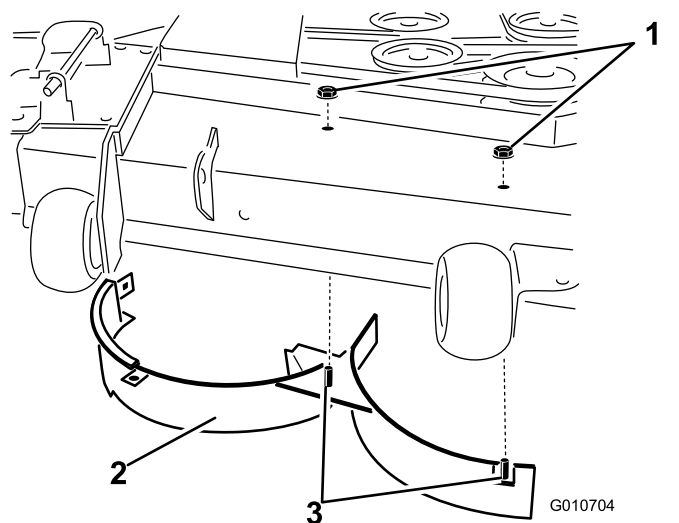

Figura 33
8. Rimuovete i 2 dadi di bloccaggio (5/16") fissati sui perni saldati del deflettore destro in posizione centrale e destra, sulla parte superiore del piatto di taglio (Figura 33).